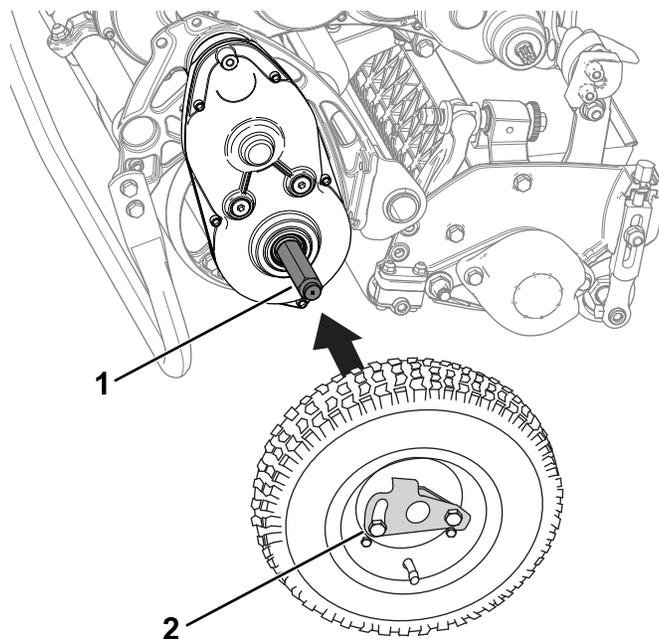

图 21
2. 将行走轮滑动到轴上 图 21。
3. 转动行走轮锁定夹 图 21 使其离开轮的中心将行走轮滑动到轴上。